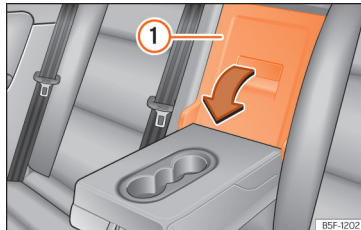

Abb. 136 An der Rücksitzlehne: Öffnung der Durchladeeinrichtung.
- Ziehen Sie den Entriegelungshebel in Pfeilrichtung und schwenken Sie den Deckel der Durchladeeinrichtung » **Abb. 136** ① vollständig nach vorn.